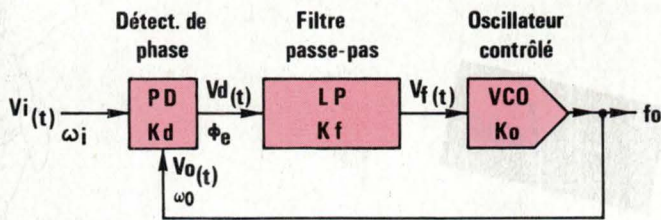

Fig. 1. - Structure habituelle d'une boucle de phase analogique.
Une boucle de phase conventionnelle consiste généralement en un oscillateur contrôlé (VCO), un détecteur de phase (PD) et un filtre passe-bas (LP) comme représenté à la figure 1.